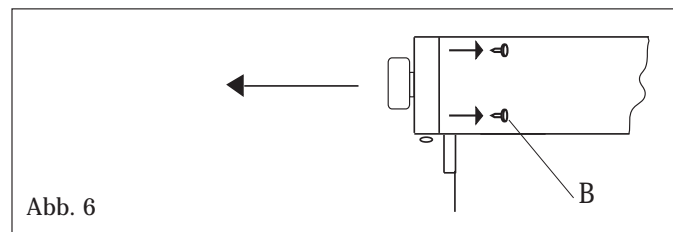

Abb. 6
- Für den Ausbau der Bedienblende muss man die 4 inneren Schrauben ausschrauben, mit denen die Bedienblende an der Vorderseite des Backofens befestigt ist (Abb.6).